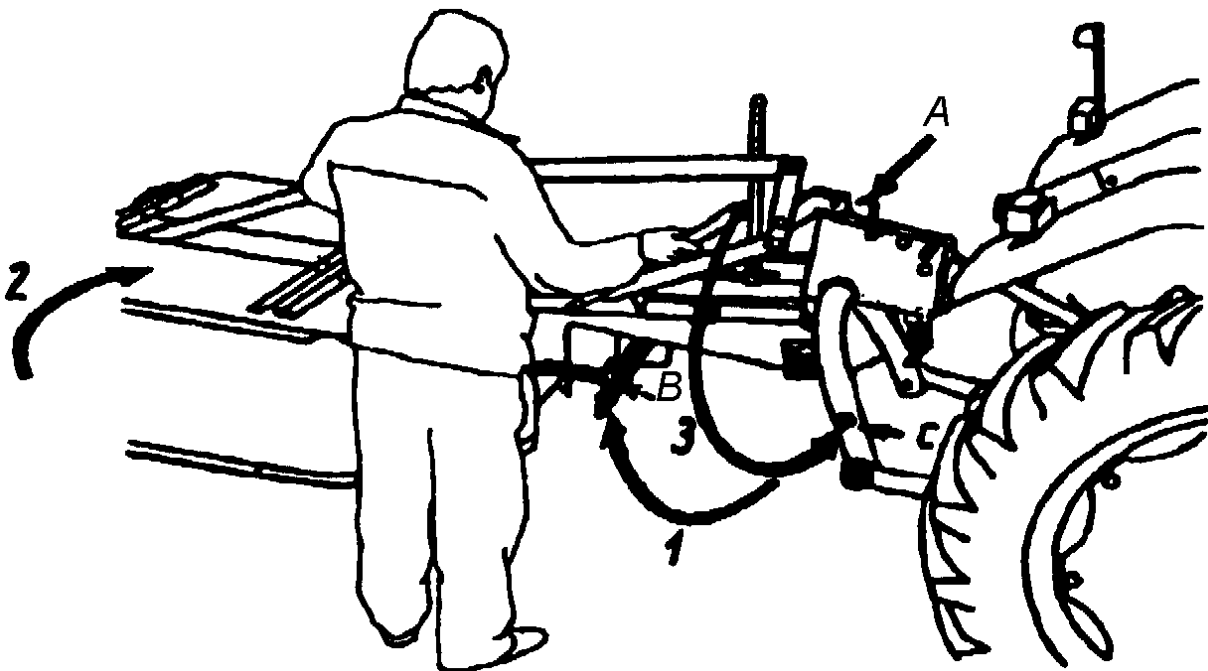

Рис. 10. Переключение косилки в транспортное положение
- 2) повернуть шарнирную балку и главную раму назад, вдоль оси трактора (Рис. 10); для этого – если перед этим косилка находилась в рабочем положении - нужно:
- 2) установить шарнирную балку и главную раму, повернутую перпендикулярно к оси трактора, выполняя для этого действия в очередности, обратной той, которая указана в п. 0. и показана на Рис. 10:
Регулировка высоты скашивания (рис. 10)